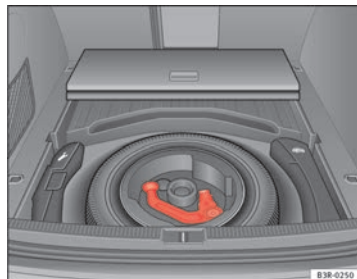

Fig. 162. Bagagliaio:
- Per le vetture con la ruota di scorta ⇒ fig. 162.